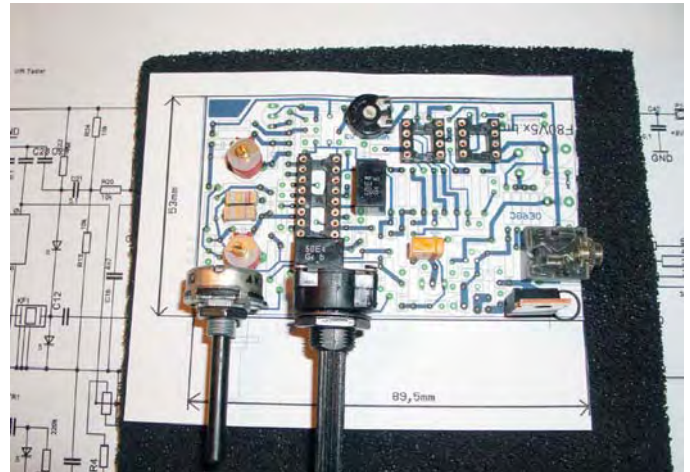

Bild 7: Bestückung auf Papierausdruck.▶
1. Von der Homepage des Verfassers [www.qsl.net/oe6gc](http://www.qsl.net/oe6gc) das File ARDF80V6\_brd.ps herunterladen. Bei Eigenanfertigung von Printlayoutfiles, z. B. mit EAGLE in der Freeware Edition, sollten die in nachstehender Tabelle vorgeschlagenen Voreinstellungen berücksichtigt werden. Sie beziehen sich auf Voreinstellungen, welche für eine erfolgreiche Printfertigung mit den nachstehend beschriebenen amateurmäßigen Mitteln geeignet sind. Vor der Printanfertigung empfiehlt sich eine Bestückung der kritischen Bauelemente auf einem Papierausdruck (Bild 7).
**8.** Belichtungszeit durch stufenweise Belichtung des Originalmaterials mit den verwendeten Folien ermitteln. Hierzu zuerst das Testmaterial lichtdicht abdecken, damit nur ein Streifen von 1 cm belichtet wird. Nach einer Minute einen weiteren Zentimeter zur Belichtung freigeben. Danach Vorgang wiederholen, bis das Ende erreicht wird. Bei Länge von 9 cm wird somit der erste Streifen 9 min belichtet und der letzte Streifen eine Minute (Bild 7).